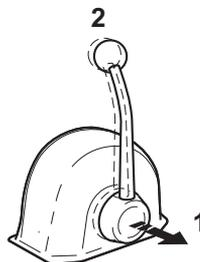

Figura 23
Quando o manípulo é puxado para fora (Figura 23, (1)), a velocidade do motor pode ser controlada sem engatar a embraiagem. A embraiagem mantém-se em NEUTRO, sem posição de carga. Vire botão (Figura 23, (2)) no sentido contrário ao dos ponteiros do relógio para mover o manípulo ou no sentido dos ponteiros do relógio para bloquear o manípulo.